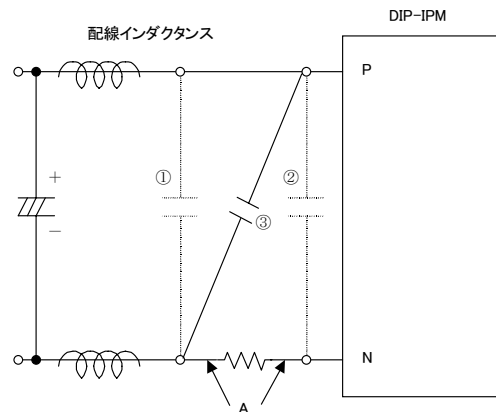

図 3-10: スナバ接続回
図 3-10 の様に、スナバコンデンサの挿入位置として①と②が考えられます。サージ電圧を最大限に除去する為にはスナバコンデンサを②の位置に設置する必要がありますが、シャント抵抗にはスナバコンデンサを通して充放電電流(配線インダクタンスとスナバコンデンサの共振電流)が流れます。配線インダクタンスが大きい場合、この充放電電流で短絡保護回が動作する場合がありますので注意が必要です。